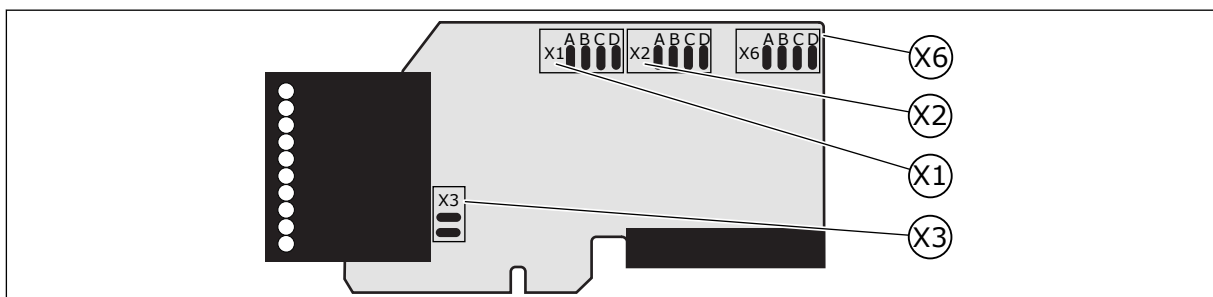

Abb. 26: Steckbrückenblöcke auf OPTA1
*) Siehe Abb. 26 Steckbrückenblöcke auf OPTA1.
Auf der A1-Basiskarte befinden sich 4 Steckbrückenblöcke: X1, X2, X3 und X6. Jeder Steckbrückenblock enthält 8 Anschlüsse und 2 Steckbrücken. Mögliche Steckbrückenauswahlmöglichkeiten finden Sie in Abb. 26.